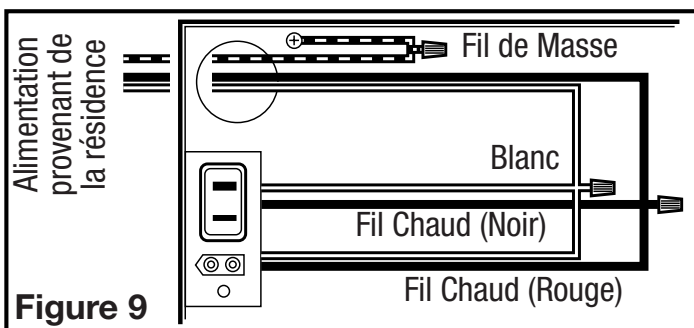

Figure 9
- 2a. Par là où vous avez accès à l'intérieur de la boîte de jonction du ventilateur, raccorder un fil blanc provenant de la maison aux deux fils blancs du réceptacle de la lumière et le fil blanc du réceptacle du ventilateur d'évacuation. Raccorder le fil noir provenant du commutateur mural aux deux fils rouge du réceptacle de la lumière et au fil noir du réceptacle du ventilateur d'évacuation. Raccorder le fil de mise à la terre de la maison au fil vert de la vis de mise à la terre du ventilateur (**Figure 9**). Utiliser des méthodes de raccordement approuvées pour toutes les connexions.